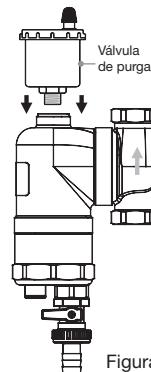

Figura 3
- Para la expulsión de gases retirar el tapón roscado y colocar una válvula de purga automática*. (Figura 3)